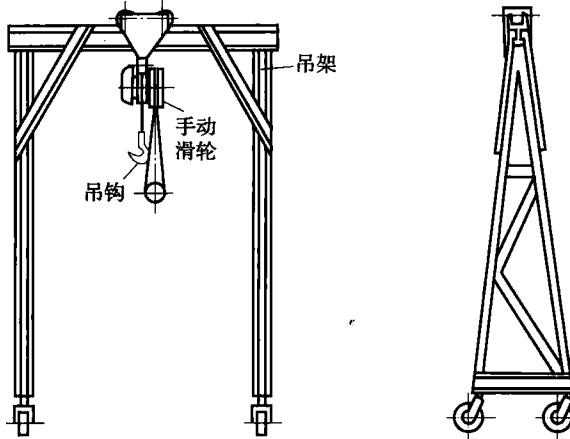

图 1—3 单梁起重机
(3) 起重机 大型车间使用的桥式起重机，机动性好，起重吨位大，一般设有专人操纵、维护和保养，小吨位的单梁起重机一般是公用起重设备，由吊架和葫芦组成，如图 1—3 所示。